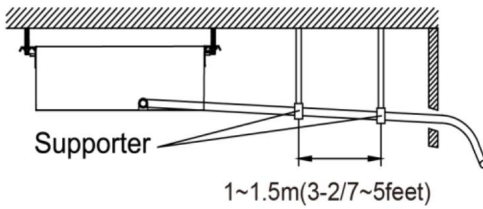

Рис. 4.21
- (3). Якщо шланг довгий, встановіть опори (рис. 4.21).
- (4). Завжди використовуйте зливний шланг, який був належним чином ізолюваний.